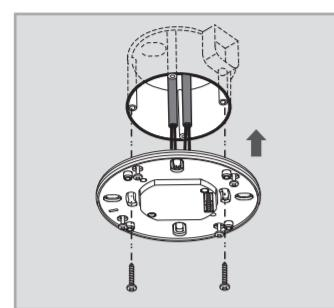

FIG. 9
4.4.1.3 Fije la caja de potencia en la caja de empalmes de estándar europeo mediante 2 tornillos (véase FIG. 9).
4.4.3.5 Observe los diagramas de cableado para proceder a la correcta conexión (véase FIG. 5 - FIG. 6). Hay un orificio cuadrado en la placa de fijación. Al colocar la placa de fijación en la caja de empalmes, haga coincidir el hueco con la protuberancia de la caja de empalmes (véase FIG. 1), a continuación fije el cabezal del detector en la caja de potencia de acuerdo con la FIG. 9 y ensámelos con los 4 tornillos de retención suministrados.